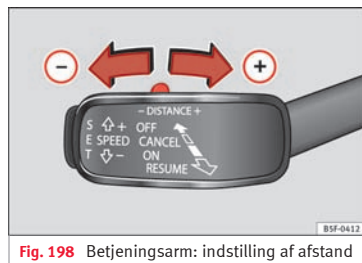

Fig. 198 Betjeningsarm: indstilling af afstand
- Tryk på vippekontakten for at få vist den aktuelt indstillede afstand » **Fig. 198**.